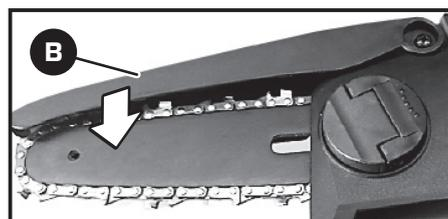

Figura 2
3. Suelte el protector retráctil (B) para que vuelva a su lugar original (Figura 2).